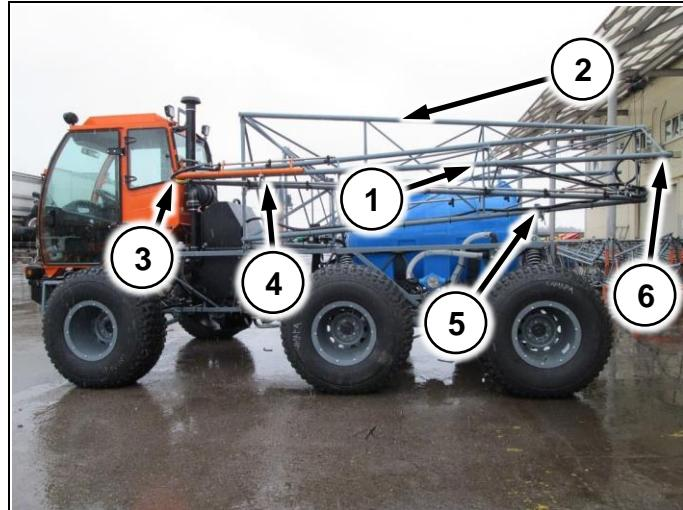

Рис. 65
Раскладывать штанги начинать с разворачивания концевой секции назад (Рис. 65/1).
Раскладывать корневую секцию (Рис. 65/2), с зафиксированной концевой, запрещается! Это может привести к повреждению машины!
1. Открыть флагок (Рис. 65/4) и отвести концевую секцию назад до фиксации в замке (Рис. 65/6)
2. Открыть флагок (Рис. 65/5) и открыть штанги